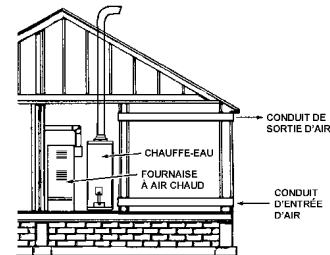

FIGURE 9
3. Chaque ouverture qui communique avec l'extérieur par un conduit horizontal doit comporter une surface libre d'au moins 1 po² par 2 000 Btu/h (11 cm²/kW) de débit calorifique nominal total de tous les appareils se trouvant dans l'enceinte (fig. 9).
4. Si des conduits sont utilisés, l'aire de leur section transversale doit être la même que la surface libre de l'ouverture à laquelle ils sont raccordés. Pour les conduits de section rectangulaire, le côté le plus petit du rectangle doit être d'au moins 3 po (7,6 cm) (fig. 9).